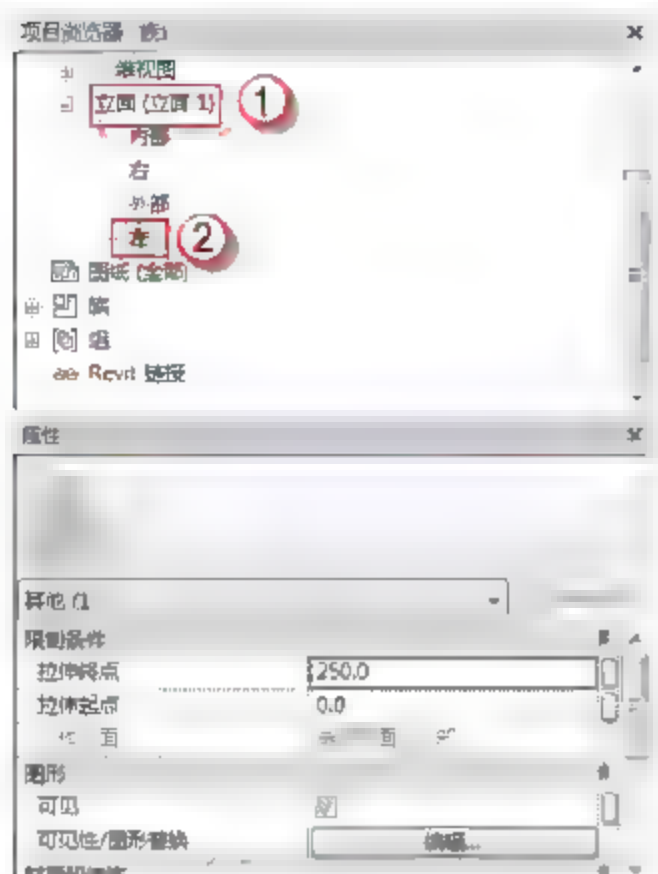
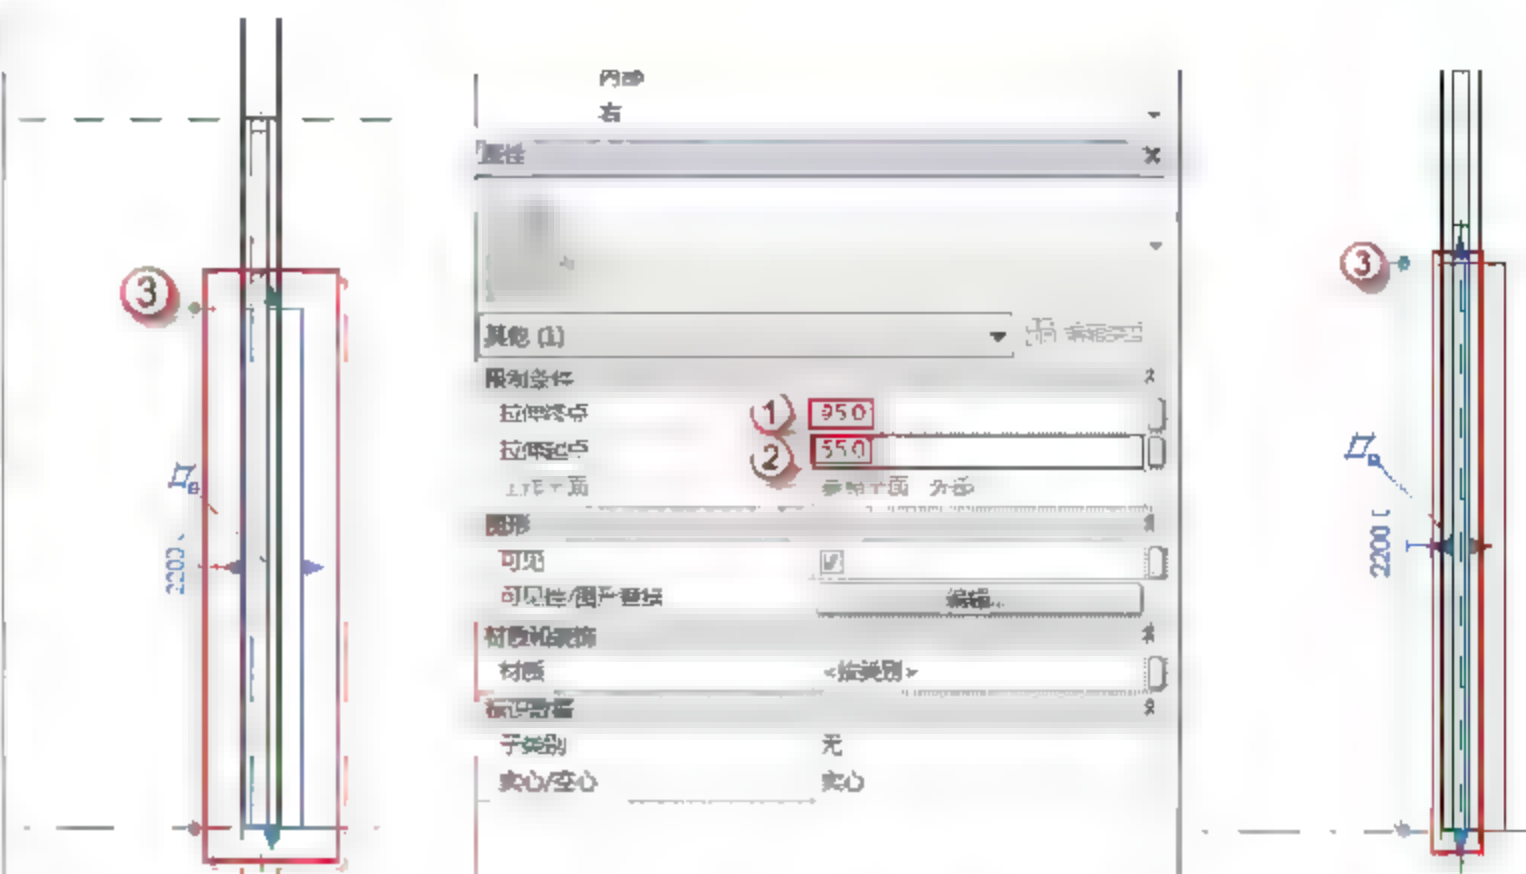

图 6.1.60 双开门 M2030 门板的左立面图
图 6.1.61 修改门板的位置及厚度
(15) 选择“项目浏览器”中的“立面(立面1)”→“左”选项,可以进入双开门 M2030 的左立面视图,如图 6.1.60 所示。修改门板的位置及厚度。选择前面绘制好的门板,打开“属性”面板,在“拉伸终点”中输入“95”字样,在“拉伸起点”中输入“55”字样,如图 6.1.61 所示。